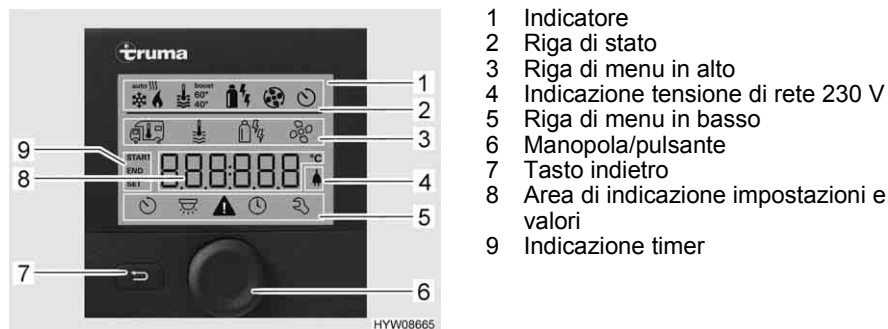
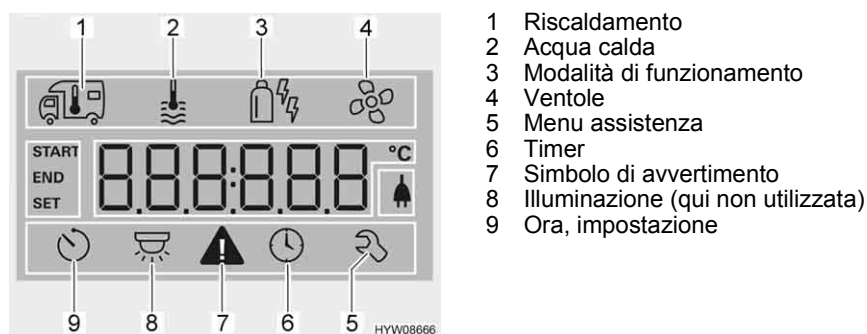

Fig. 156 Centralina di controllo con indicazioni
Fig. 157 Display
- Riga di stato (Fig. 156,2)
- Riga di menu in alto (Fig. 156,3)
- Area di indicazione (Fig. 156,8)
- Riga di menu in basso (Fig. 156,5)
- Premere la manopola/il pulsante (Fig. 156,6) per circa 3 secondi. Vengono visualizzate entrambe le righe di menu (Fig. 156,3 e Fig. 156,5). Il primo simbolo lampeggia.
- Ruotare la manopola/il pulsante (Fig. 156,6), finché viene visualizzato il simbolo del menu desiderato.
- Premere la manopola/il pulsante per memorizzare il valore impostato. Se il valore impostato originariamente non deve essere modificato: Premere il tasto indietro (Fig. 156,7).
- Ruotare la manopola/il pulsante (Fig. 156,6), finché il simbolo del menu del riscaldamento (Fig. 157,1) lampeggia.
- Premere la manopola/il pulsante per memorizzare il valore impostato. Il simbolo nella riga di stato lampeggia (Fig. 156,2), finché viene raggiunta la temperatura impostata. Se il valore impostato originariamente non deve essere modificato: Premere il tasto indietro (Fig. 156,7).
- Ruotare la manopola/il pulsante (Fig. 156,6), finché il simbolo del menu relativo alla modalità di funzionamento (Fig. 157,3) lampeggia.
- Premere la manopola/il pulsante per memorizzare la modalità di funzionamento impostata. Se il valore impostato originariamente non deve essere modificato: Premere il tasto indietro (Fig. 156,7).
- Ruotare la manopola/il pulsante (Fig. 156,6), finché il simbolo del menu delle ventole (Fig. 157,4) lampeggia.
- Ruotare la manopola/il pulsante (Fig. 156,6), finché il simbolo del menu del timer (Fig. 157,6) lampeggia.
- Premere la manopola/il pulsante. Il timer è attivato. Il simbolo del timer (Fig. 157,6) lampeggia quando il timer è programmato e attivo.
In caso di avviso, il relativo simbolo lampeggia (Fig. 157,7). Il riscaldamento rimane in funzione. Se si tratta solo di un guasto temporaneo, il simbolo di avvertimento si spegne autonomamente.